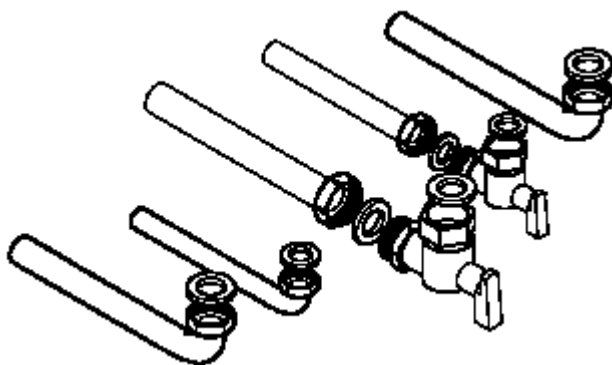

Fig. 5.2.
6. Proceder à união das tubagens utilizando as juntas originais fornecidas com os passadores. Recomenda-se apertar bem as uniões hidráulicas e de gás, fig. 5.2.